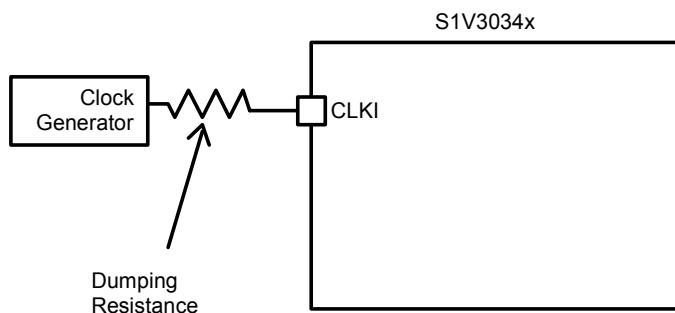

図 10.3 クロック入力 オーバーシュート／アンダーシュート対策例
- OSCI, OSCO 端子と配線は、基板の隣接する層も含め、VSSでシールドしてください。配線する層は、図10.3のように広めにシールドしてください。隣接する層については、できれば全面をグラウンド層に、最低でも上記端子と配線の周囲を5mm以上カバーするようにシールドしてください。この対策を施した場合でも、前述の通りデジタル信号線との並走は禁止します。他の層での交差についても、スイッチング頻度の低い信号以外はできるだけ避けてください。